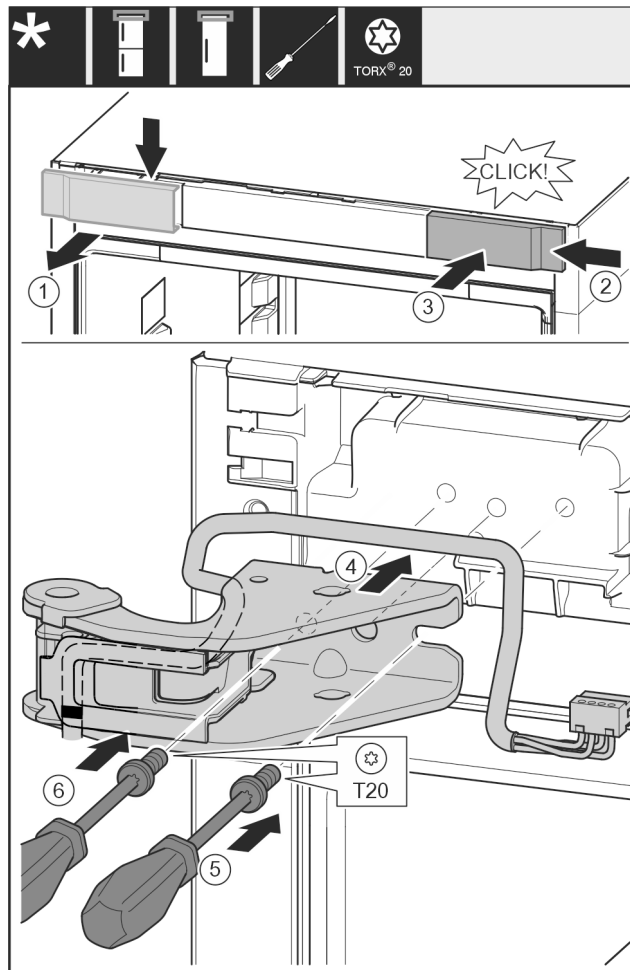

Fig. 22
- ▶ Wyjąć osłonę od góry do przodu. Fig. 22 (1)
- ▶ Osłonę obrócić o 180° założyć z drugiej strony od prawej. Fig. 22 (2)
- ▶ Zazębić osłonę. Fig. 22 (3)
- ▶ Założyć górną płytkę zawiasu. Fig. 22 (4)
- ▶ Śrubę założyć przy pomocy śrubokręta T20 i mocno dokręcić. Fig. 22 (5)
- ▶ Śrubę założyć przy pomocy śrubokręta T20 i mocno dokręcić. Fig. 22 (6)